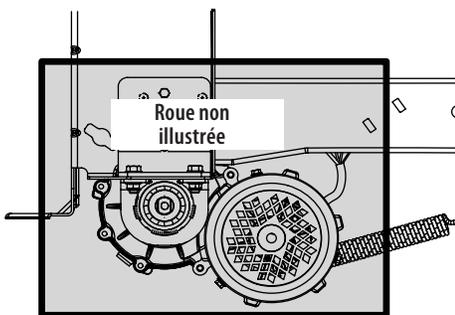

Figure 16
- Gardez l'essieu et la zone autour de la transmission propres. Voir Figure 16.